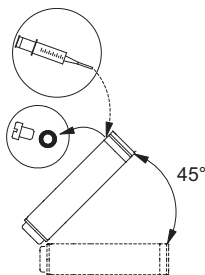

Fig. 4 Posição do motor durante o enchimento - MS 6000
- Se o motor for proveniente do armazém, é necessário verificar o nível do líquido antes de instalar o motor. Consulte a fig. 4.
- Em caso de manutenção, é necessário verificar o nível do líquido. Consulte a fig. 4.
1. Posicione o motor submersível conforme indicado na fig. 4. O parafuso de enchimento deverá estar no ponto mais alto do motor.
3. Injecte líquido no motor com a seringa de enchimento (fig. 4) até que o líquido saia pelo orifício de enchimento.